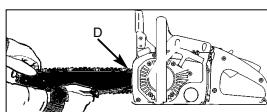

Abb. 5
1. Para aumentar o aperto da corrente, levante a extremidade da folha da serra e rode o parafuso de afinação (D) NO SENTIDO DOS PONTEIROS DO RELOGIO. Para afrouxar o aperto da corrente, rode o parafuso no SENTIDO OPUESTO AO DOS PONTEIROS DO RELOGIO. Verifique se a corrente está completamente encostada à folha da serra (fig. 5).